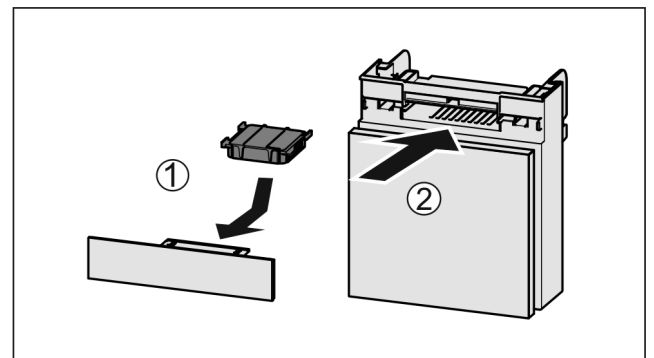

Fig. 219
- Inserire il vano Fig. 219 (2).